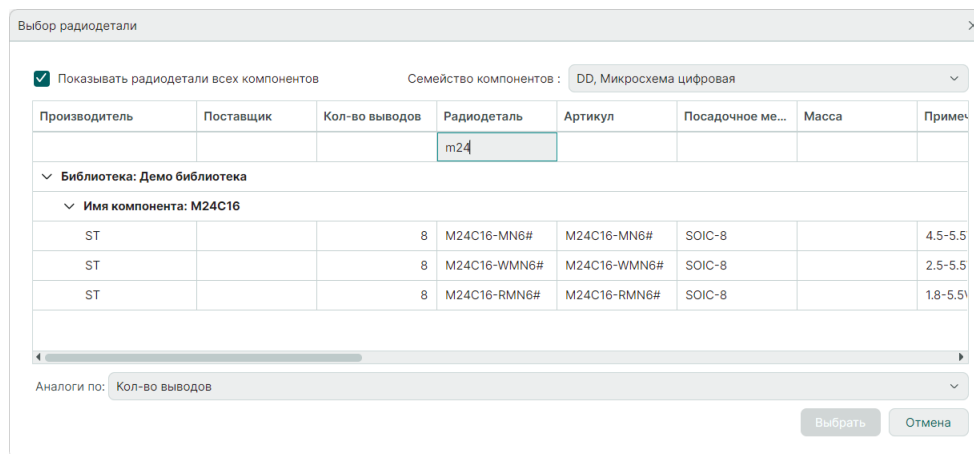

Рис. 105 Поиск по значениям атрибутов
7. Для осуществления поиска в окне «Выбор радиодетали» введите часть значения атрибута в строке под интересующим заголовком. После этого система отобразит значения атрибутов, которые содержат введенные символы, Рис. 105.